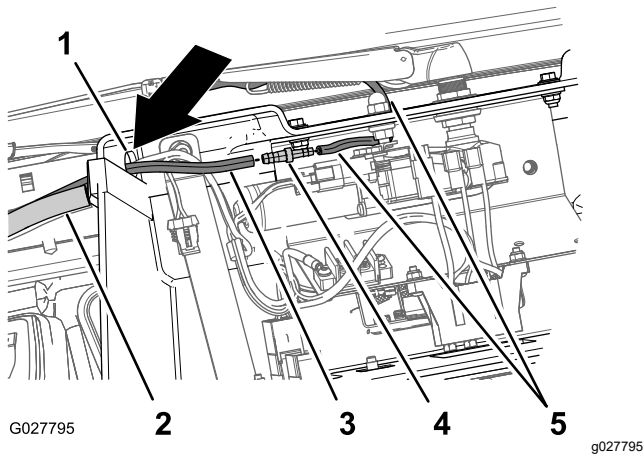

Figure 20
1. Sur la console de pavillon, faites passer 1 extrémité du flexible dans le trou dans la console de pavillon (Figure 20)
2. Insérez la petite extrémité du raccord cannelé de flexible au bout du flexible du bras d'essuie-glace jusqu'à ce que le raccord soit parfaitement engagé (Figure 20).
3. Insérez la grande extrémité du raccord cannelé au bout du flexible jusqu'à ce que le raccord soit parfaitement engagé (Figure 20).